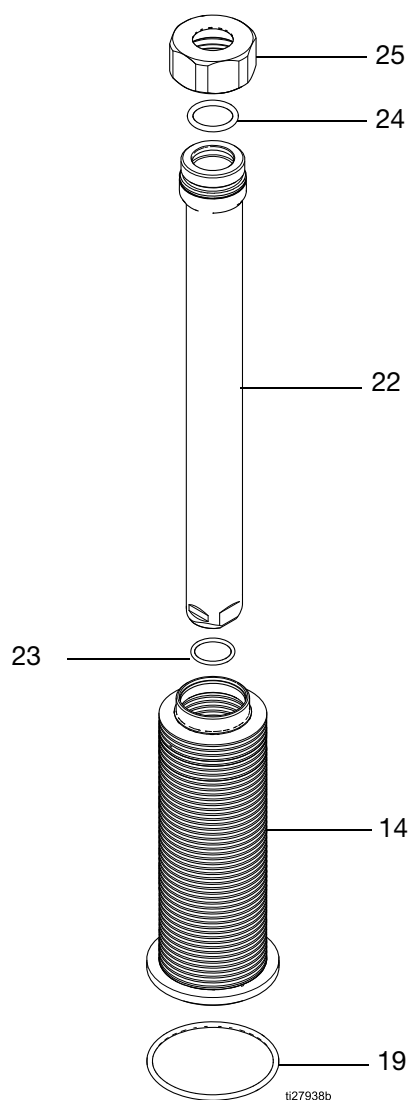

FIG. 3. Smontare o montare il soffietto
5. Rimuovere l'O-ring del soffietto (19).
NOTA: Il gruppo soffietto comprende il dado del soffietto (25), il soffietto (14), gli O-ring (23 e 24) e la camicia del soffietto (22). Per smontare, vedere **Smontare il gruppo soffietto** a pagina 8 e FIG. 3 a pagina 9.
7. Rimuovere le quattro viti a brugola (33) dalla base della camera del soffietto (13). Sollevare in verticale la camera del soffietto dal blocco di uscita del fluido (8). Fare attenzione a non danneggiare l'asta del pistone (3).
Vedere FIG. 3, pagina 9.
7. Rimuovere l'O-ring del soffietto (19). Vedere FIG. 3, pagina 9.
8. Rimuovere il gruppo soffietto dalla camera del soffietto (15). Rimuovere l'anello di tenuta (23).
9. In caso di guasto al soffietto, rimuovere anche la valvola di sfiato (28) dalla piastra superiore. Pulire il percorso del fluido eliminando la vernice incrostata.